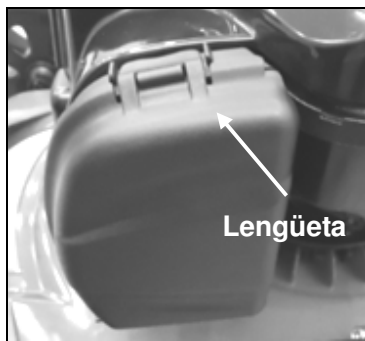

Fig.13A
1. Levante la lengüeta en la parte superior de la tapa del filtro. (Fig.13A)